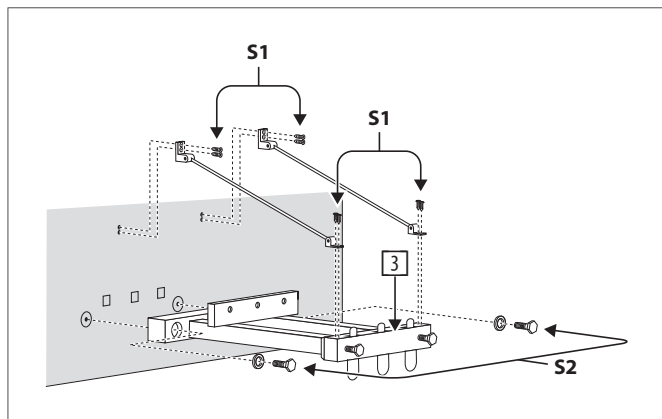

图 2.3: 踏板箱的组装
- 3) 将踏板箱 3 与主体平行放在地上, 踏板朝下。将踏板箱用 2 个螺栓 (S2) 锁紧, 螺母已事先在主体上按装好了 (见 图 2.3)。